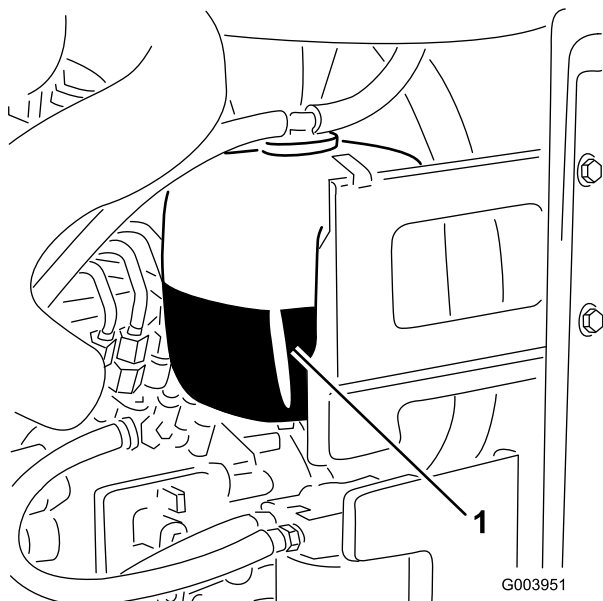

Рисунок 33
1. Проверьте уровень охлаждающей жидкости в расширительном бачке (Рисунок 33).